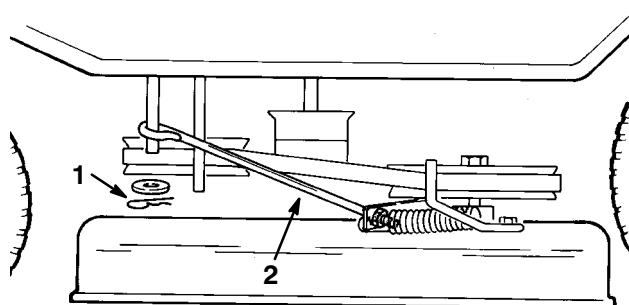

Figure 43
9. Montez et fixez la tige de commande des lames sur le bras de commande à l'aide de la rondelle et de la goupille fendue (Fig. 43).